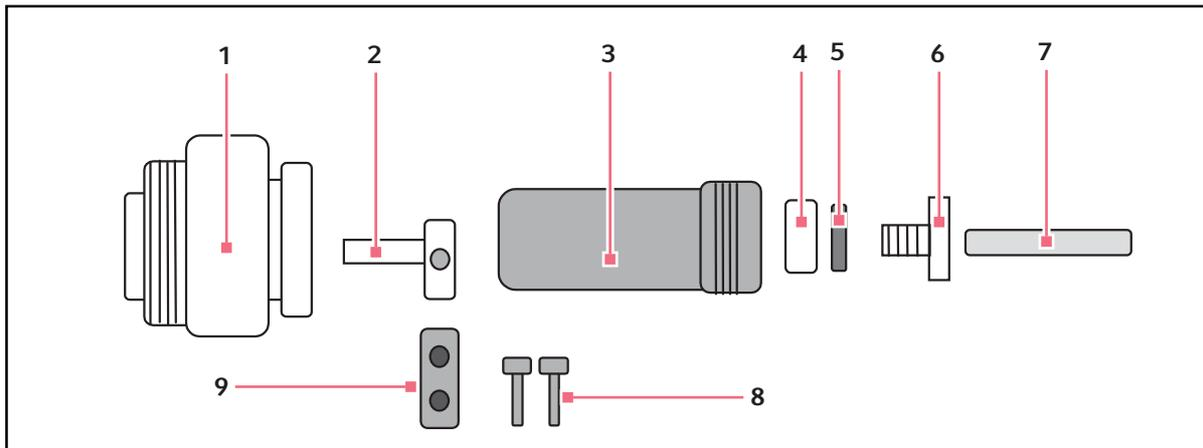

Abb. 8-6: Interner Wechselstrom-Feuchtraumstecker
Die Wechselstromsteckdose (siehe Abb. 8-6 auf S. 75) mit Abdeckung und passendem Stecker (im Lieferumfang enthalten) ist für den Einsatz in feuchten Umgebungen vorgesehen. Um diese Steckdose verwenden zu können, müssen Sie den Spezialstecker (im Lieferumfang des Schüttlers enthalten) an dem Gerät anschließen, das Sie in dem Innova 42/42R betreiben wollen. Wenn Ihr Gerät ein absteckbares Netzkabel hat, empfiehlt es sich, gegebenenfalls ein weiteres Netzkabel nur zur Verwendung mit dem Innova 42/42R zu kaufen.
1. Stecken Sie das Netzkabel in die Steckdose. Führen Sie das Netzkabel durch die Kunststoffmutter, die Unterlegscheibe, die Gummitülle und den Hauptkorpus (siehe Abb. 8-6 auf S. 75).